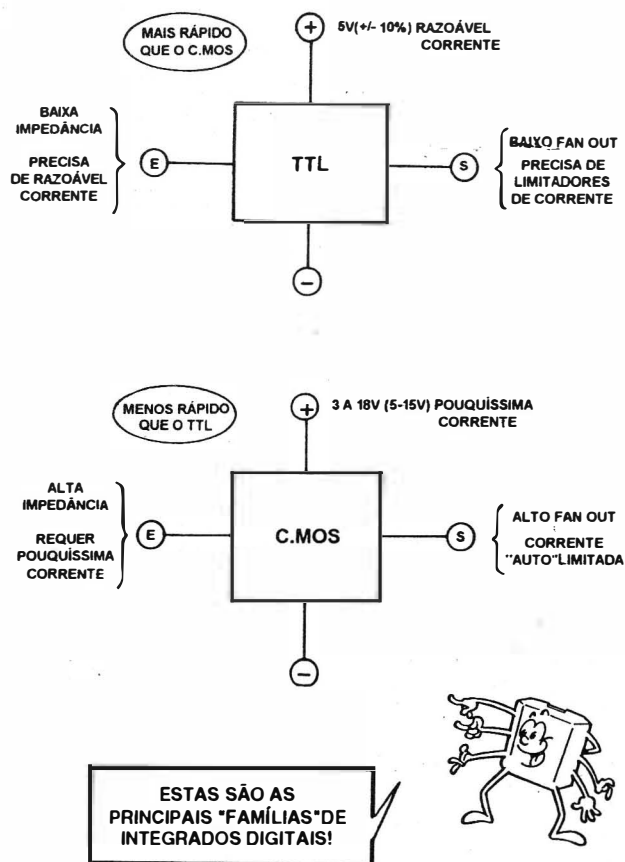

FIG. 18
**- FIG. 18- DIFERENÇAS ENTRE AS “FAMÍLIAS” DIGITAIS TTL E C.MOS** - O diagrama mostra as principais diferenças funcionais (elétrica e eletronicamente falando - enfatizamos - já que nos aspectos lógicos têm que ser idênticas as funções...) entre os Integrados Digitais das “famílias” TTL e C.MOS... Vamos resumir tais aspectos: